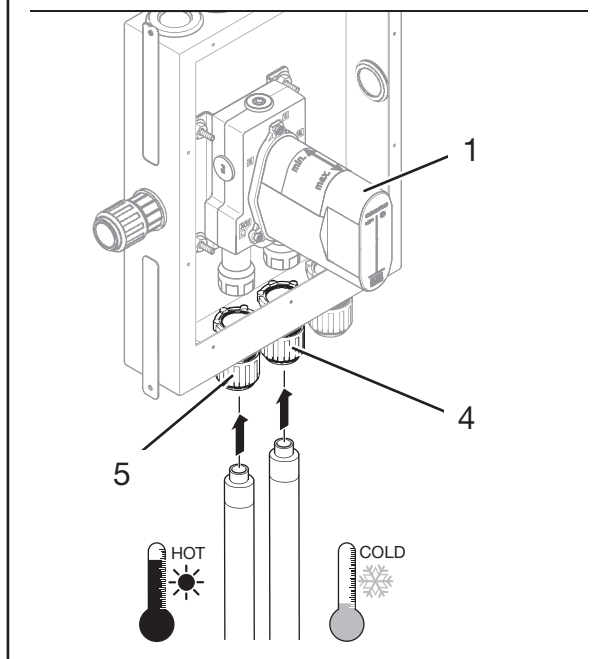

Fig. 7: Varm- och kallvatteninstallation
1. Ta bort den röda tätningssluggen (fig. 7/3) från varmvattenanslutningen på produkten (fig. 7/1) med hjälp av en spårskruvmejsel.
2. Dra media- och skyddsroret genom skruvkopplingen på inbyggnadslådan (fig. 7/5).
3. Anslut mediaröret till varmvattenanslutningen på produkten (fig. 7/1) enligt rör- och kopplingstillverkarens anvisningar.
4. Dra åt skruvkopplingen på skyddsroret genomföringen på inbyggnadslådan (fig. 7/5) enligt Joramarks monteringsanvisning.
1. Ta bort den blå tätningssluggen (fig. 7/2) från kallvattenanslutningen på produkten (fig. 7/1) med hjälp av en spårskruvmejsel.
2. Dra media- och skyddsroret genom skruvkopplingen på inbyggnadslådan (fig. 7/4).
3. Anslut mediaröret till kallvattenanslutningen på produkten (fig. 7/1) enligt rör- och kopplingstillverkarens anvisningar.
4. Dra åt skruvkopplingen på skyddsroret genomföringen på inbyggnadslådan (fig. 7/4) enligt Joramarks monteringsanvisning.